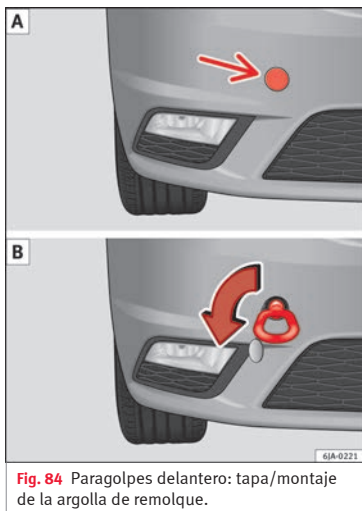

Fig. 84 Paragolpes delantero: tapa/montaje de la argolla de remolque.
- Haga presión en la zona izquierda de la tapa en el lugar de la flecha » » **fig. 84 A**.
- Enroscar la argolla de remolque a mano girándola hacia la izquierda hasta el tope » » **fig. 84 B**.